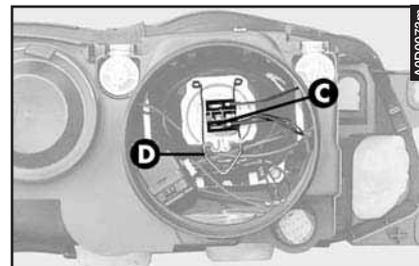
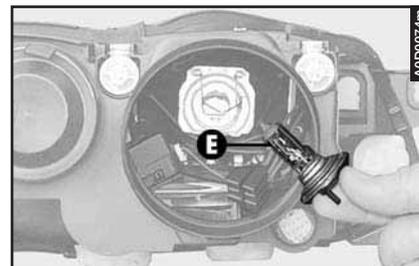

fig. 40
fig. 41
– Sfilare il connettore (C-fig. 40) inserito a pressione.
– Sganciare la molletta (D).
– Sfilare la lampada (E-fig. 41).